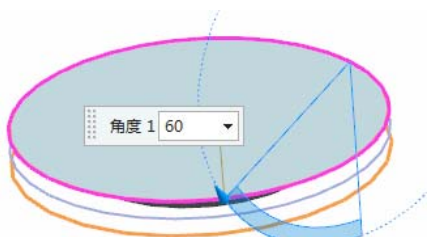
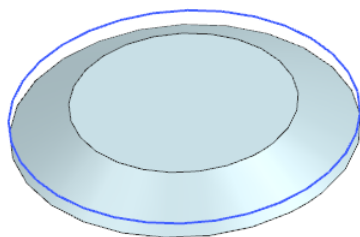

图 11-183 选择要拔模的面
图 11-184 创建拔模特征
(2) 选择拉伸体的上表面为固定面，选择拉伸体的四个侧面为要拔模的面，如图 11-183 所示。
(3) 在指定矢量下拉列表中选择“ZC 轴”，输入“角度”为 60。
(4) 单击按钮，创建拔模特征，如图 11-184 所示。